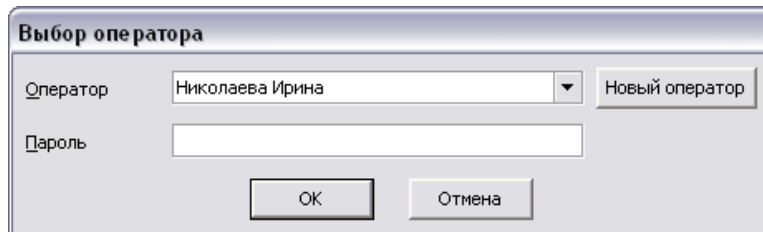

Рисунок 1.11
2. В открывшемся окне «Выбор оператора» (рис.1.11) выберите имя оператора в поле «Оператор», введите пароль в соответствующее поле и нажмите кнопку <ОК>.
*Примечание.* Вы можете аналогичным образом добавить нового оператора в окне «Выбор оператора» (рис.1.11), нажав кнопку <Новый оператор>.